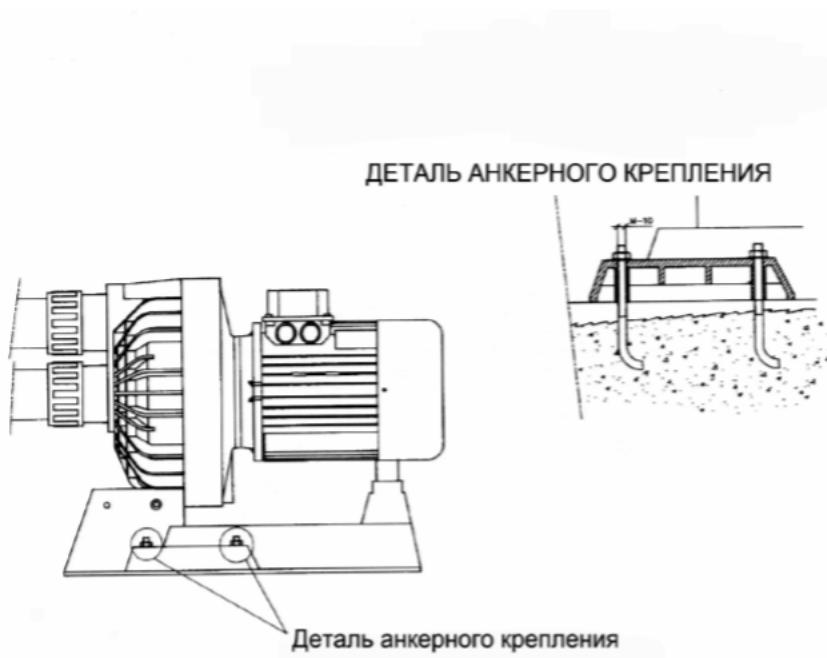

РИС. 1
- ! • Все насосы поставляются с основанием, в которых имеются четыре отверстия для крепления насоса к полу с помощью анкерных болтов (рис. 1).